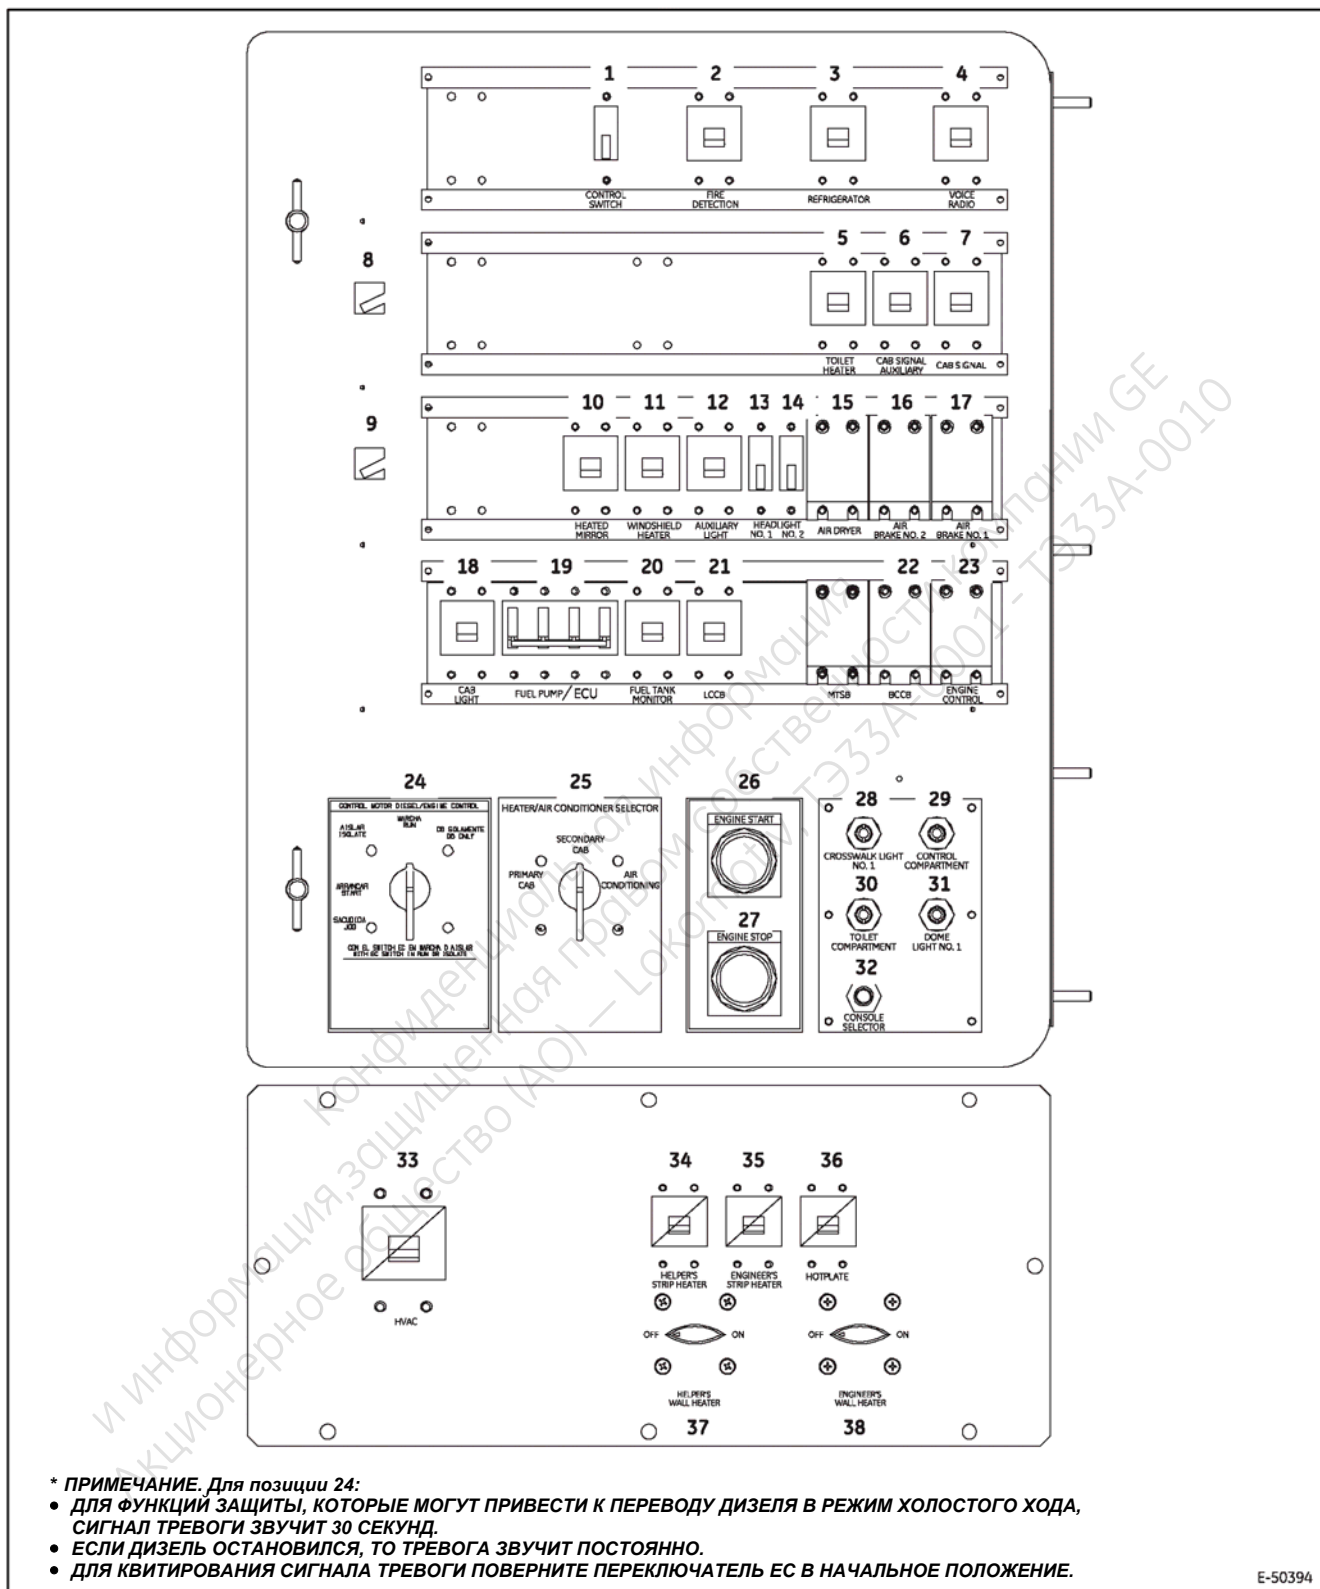

Рис. 16. Панель управления дизелем (ЕС - Engine Control) (часть 1 из 2-х).
- б. Во время экстренного торможения переведите рукоятку автоматического тормоза в положение «ЭКСТРЕННОЕ (EM)» и выждите минимум шестьдесят секунд для устранения причины экстренного торможения. Когда причина, приведшая к экстренному торможению, устранена, переходите к шагу 2.
Селекторный переключатель обогреватель/кондиционер (16) управляет принудительным нагревом воздуха и системой кондиционирования кабины машиниста. Для работы нагревателя/кондиционера селекторный переключатель обогреватель/кондиционер (поз. 25, Рис. 16) должен быть ВКЛЮЧЕН. Селекторный переключатель имеет восемь положений, которые имеют следующие значения:
Выключатель обогревателя стекла (12) управляет работой обогревателя лобового стекла. Для работы обогревателя лобового стекла автоматический выключатель обогрева зеркал НМВ (поз. 11, Рис. 16) должен быть включен.
Выключатель освещения ступенек (23) управляет освещением ступенек для доступа в локомотив. Для работы освещения ступенек автомат освещения кабины LCB (поз. 18, Рис. 16) должен быть включен.
Локомотив оборудован одним холодильником, расположенным в основной кабине машиниста под центральной консолью. Автоматический выключатель холодильника (поз. 3, Рис. 16) на панели ЕС для работы холодильника должен быть ВКЛЮЧЕН. Розетка на 74 В постоянного тока для холодильника расположен вверху справа от него. Вилка холодильника соответствует розетке для исключения неверного подключения.
ПРИМЕЧАНИЕ. Номера в скобках () относятся к позициям, показанным на Рис. 16 в этом документе, если не указано иное.
Автоматический выключатель кондиционер/обогреватель (36) управляет принудительным воздушным обогревом и системой кондиционирования и должен быть включен для работы этих устройств в основной кабине машиниста. Переключатель на панели ЕС (поз. 21, Рис. 16) позволяет выбрать обогрев или кондиционирование основной или вспомогательной кабины машиниста.